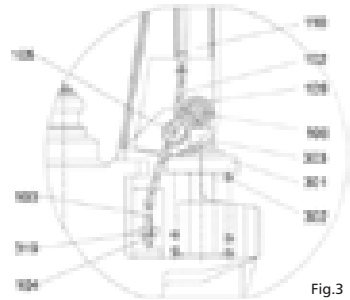

Fig.3
2. Deje la palanca de control en la posición "BAJAR", entonces pase la tuerca de ajuste, el perno de ajuste, y la cadena a través del orificio del eje con su mano (ver la fig. 3).